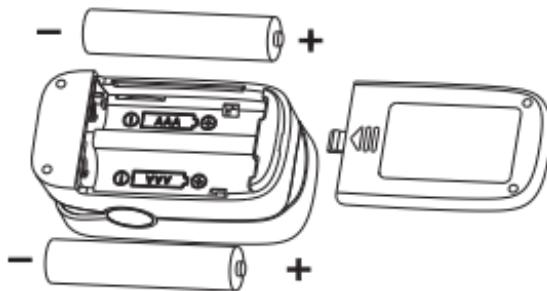

図4 電池の取り付け方法
- A. 単4アルカリ乾電池を正しい向きに合わせてセットします。(図4)